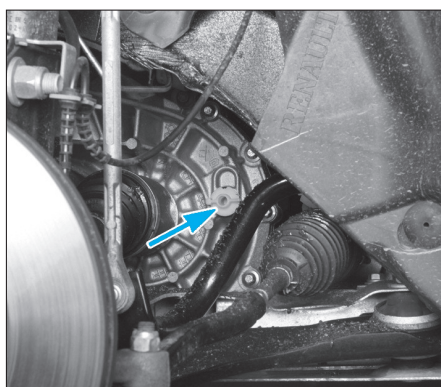

FIG. 2
- Déposer le bouchon de remplissage (Fig.2).